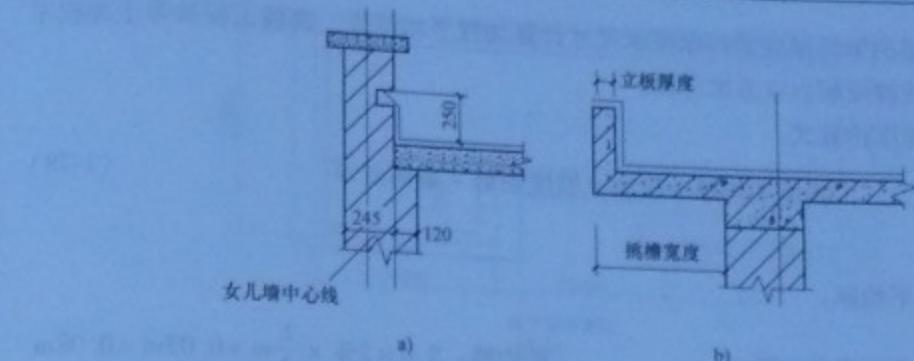

图 1-91 卷材防水示意图
**【例 1-91】** 已知图 1-91 中的  $L_{\text{墙1}} = 50000\text{mm}$ ,  $L_{\text{墙2}} = 25000\text{mm}$ , 女儿墙厚 240mm, 外墙厚 365mm, 屋面排水坡度 2%, 试计算其卷材平屋面工程量。